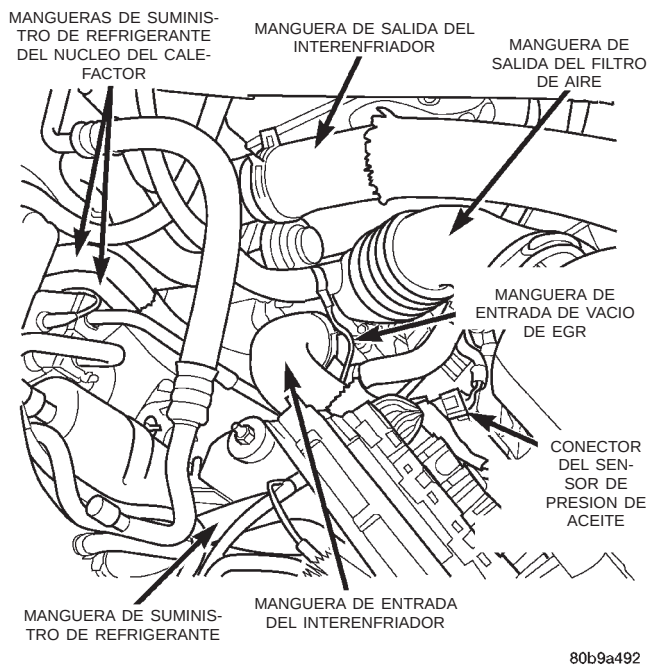
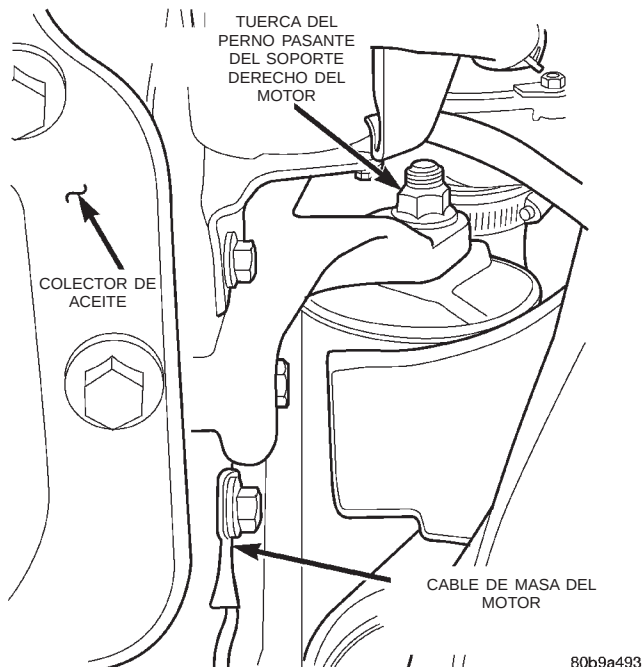

Fig. 17 Compartimiento del motor, Volante a la izquierda — Diesel
Fig. 18 Localización del cable de masa del motor
(11) Si estuviera instalado, recupere el refrigerante. Para informarse acerca del procedimiento, consulte el grupo 24, Calefacción y aire acondicionado.
(12) Desconecte las tuberías de succión y descarga y retire las tuberías del vehículo.
(13) Desconecte la manguera de respiradero y retire la manguera de salida del filtro de aire del vehículo (Fig. 17).
(14) Desconecte el conector eléctrico del sensor de presión de aceite (Fig. 17).
(15) Desconecte la manguera de suministro de vacío de EGR del motor (Fig. 17).
(16) Retire la tapa del depósito de refrigerante.
(17) Drene el sistema de refrigeración. Para informarse acerca del procedimiento, consulte el grupo 7, Sistema de refrigeración.
(18) Retire las mangueras superior e inferior del radiador del motor.
(19) Retire las mangueras de entrada y salida del interenfriador del motor (Fig. 17).
(20) Retire la manguera de suministro del depósito de refrigerante del motor (Fig. 17).
(21) En los vehículos con volante a la izquierda, desconecte las mangueras de suministro de refrigerante del núcleo y de vacío del freno del motor.
(22) En los vehículos con volante a la derecha, desconecte las mangueras de suministro de refrigerante del núcleo y de vacío del freno del lado derecho del compartimiento del motor. Retire el perno de retención y la abrazadera del conjunto de tubos de la parte trasera de la tapa de balancines y emplace el conjunto a un lado.
(23) Trabajando adentro del vehículo, retire la consola central. Para informarse acerca del procedimiento, consulte el grupo 23, Carrocería.
(24) Retire la junta de la funda fuelle del cambiador.
(25) Desconecte el cambiador de la transmisión.
(26) Eleve el vehículo en un elevador.
(27) Retire los pernos de retención de la cubierta inferior del ventilador y desmonte la plancha de la cubierta inferior.
(28) Retire el cable de masa del motor (Fig. 18).
(29) Retire las tuercas de los pernos pasantes de los soportes derecho e izquierdo del motor únicamente. No retire los pernos por el momento (Fig. 18).
(30) Drene el líquido de la transmisión. Para informarse acerca del procedimiento, consulte el grupo 21, Transmisión y caja de cambios.
(31) Marque la posición de los ejes de transmisión delantero y trasero en relación con sus pestañas gemelas.
(32) Retire el eje de transmisión delantero. Para informarse acerca del procedimiento, consulte el grupo 3, Diferencial y sistema de transmisión.